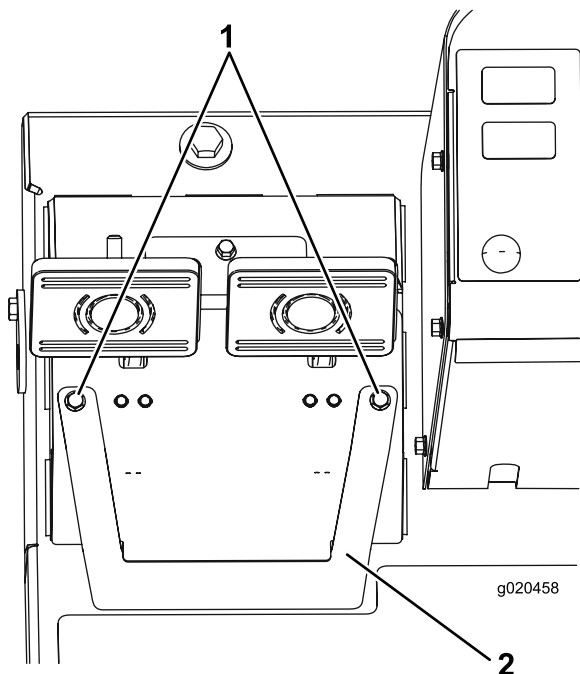

Figure 63
- A. Desserrez les 2 vis de montage et déposez le couvercle de réglage des freins (Figure 63).